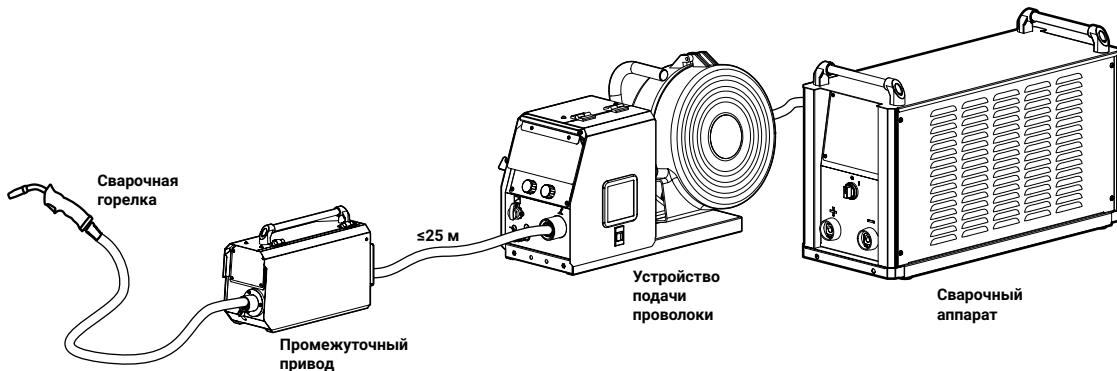

Рис. 9 – Условная схема подключения промежуточного привода
5 В случае комплектации аппарата промежуточным приводом, байонетный разъём горелки подключается к разъёму на промежуточном приводе, а к разъему на передней панели УПП подключается промежуточный кабель-пакет (Рис. 9).
- 1 Откинуть боковую дверцу (1 на Рис. 9) устройства и крышку кожуха (2);
- 3 Заправить конец проволоки в сопло механизма подачи (3);
- а) Нажать и удерживать кнопку прогона (4) сварочной проволоки на УПП до тех пор, пока проволока не выступит из гусака горелки на 10...15 мм от торца газового сопла;